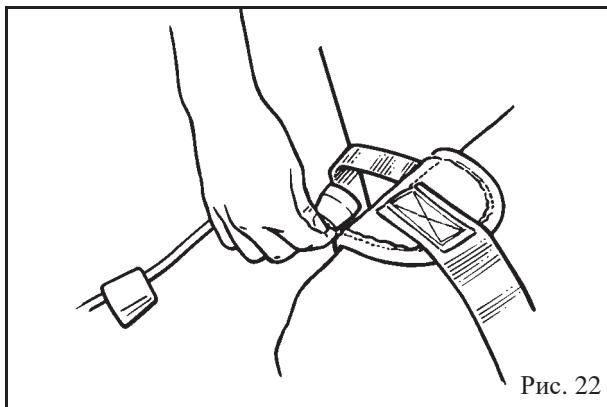

Рис. 22
1. На обоих концах стропы расположены крепежные петли. Присоедините правый соединительный шнур к левой петле, повторите операцию с другой стороны. (Крепление шнурков также см. на рис. 22 и 17.)